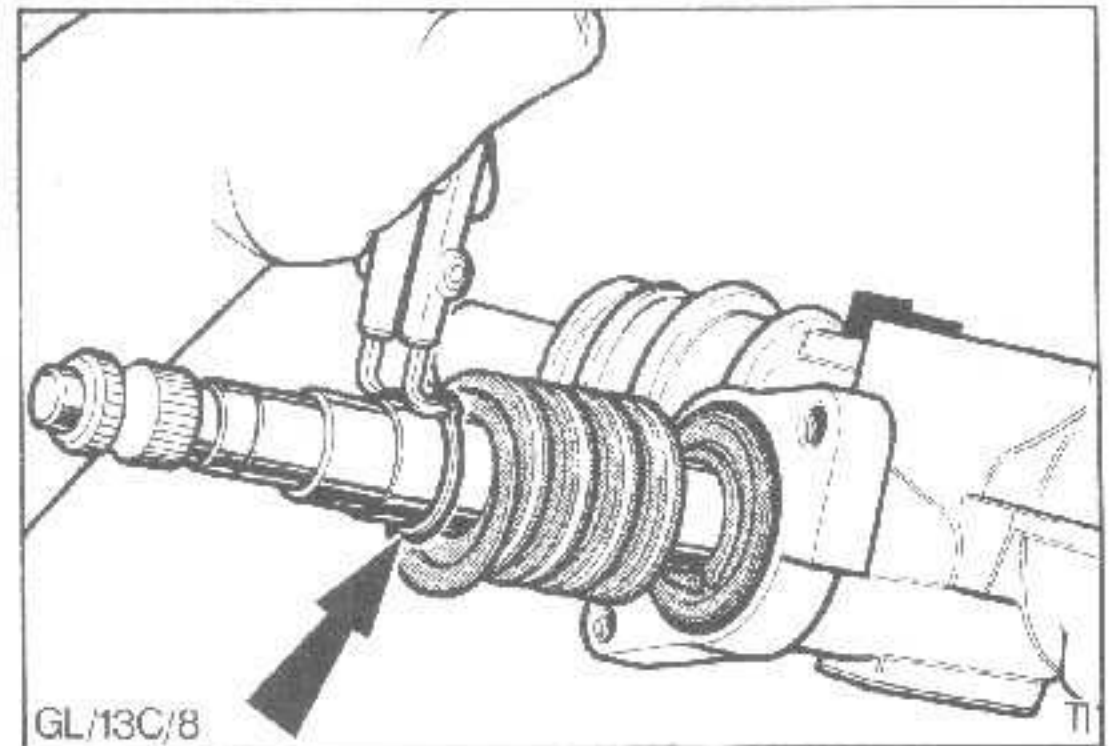

Abb.23 Sicherungsring entfernen
9. Ventilgehäuse abheben und Sicherungsring der Steuerbuchse entfernen, Abb.23. Scheibe abnehmen und Steuerbuchse von Eingangswelle abziehen.